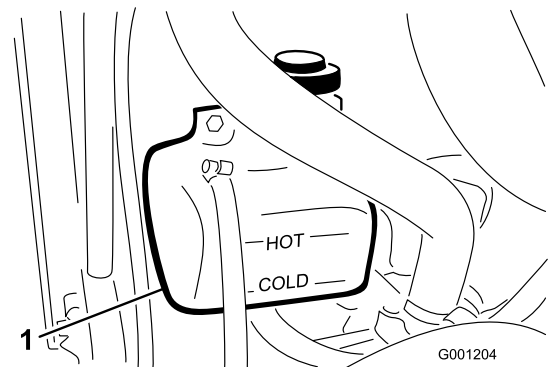

Bild 68
1. Prüfen Sie den Kühlmittelstand im Ausdehnungsgefäß (Bild 68).